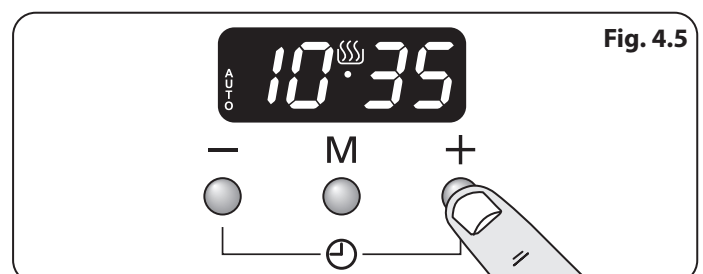

Fig. 4.5
2. Sélectionner l'« heure d'arrêt » à l'aide des boutons [+] ou [-]. L'écran indiquera l'heure ainsi que les symboles AUTO et Cuisson (Fig. 4.5).